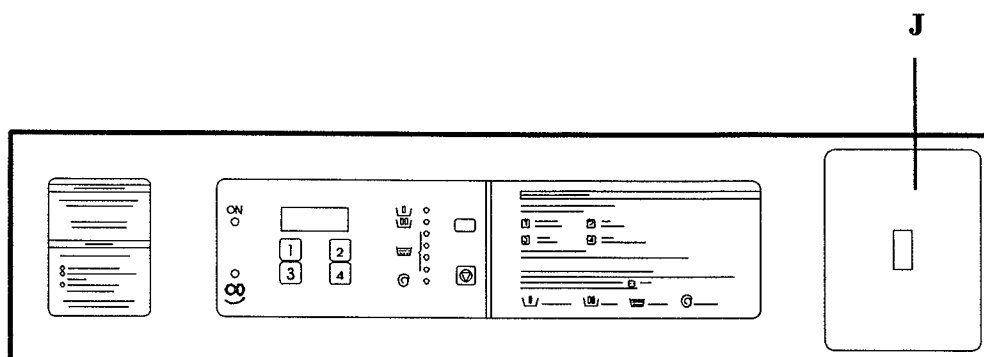

fig. 11
4.8.c. Special application with Start push-button (Refer to (fig. 11/J).
4.8.c.- Ejecución especial con pulsador de Marcha (fig. 11/J)
4.8.c.- Fonction spéciale avec bouton-poussoir de Marche (fig. 11/J)